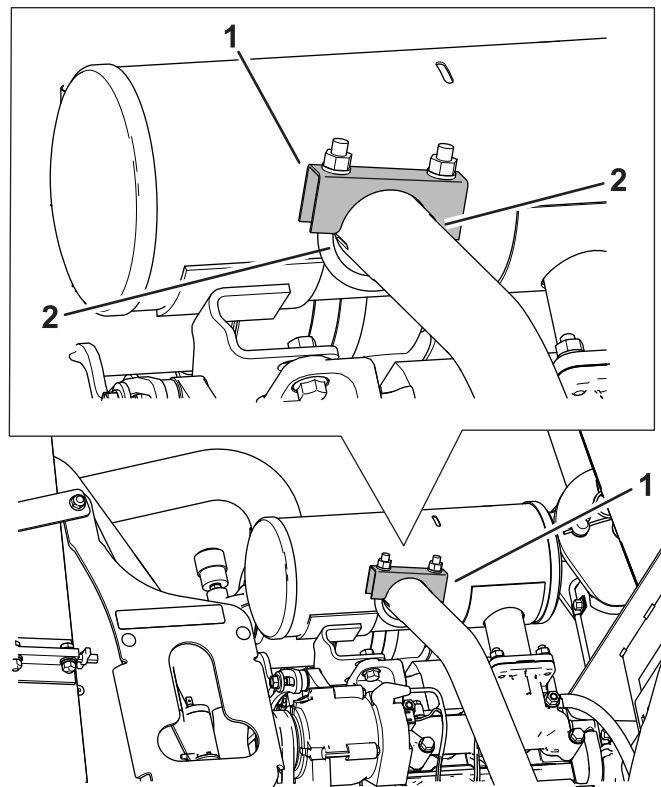

Figure 8
7. Faites affleurer le collier sur l'extrémité du tuyau d'échappement et tournez-le comme montré à la Figure 8.
**Remarque:** Vérifiez que la surface de serrage est parallèle aux fentes dans le tuyau (Figure 8).